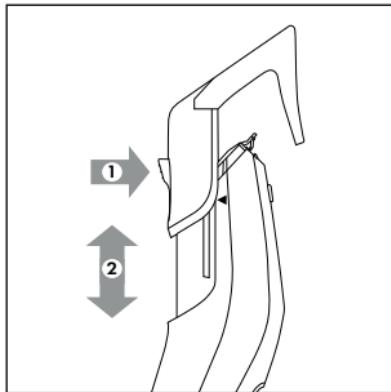
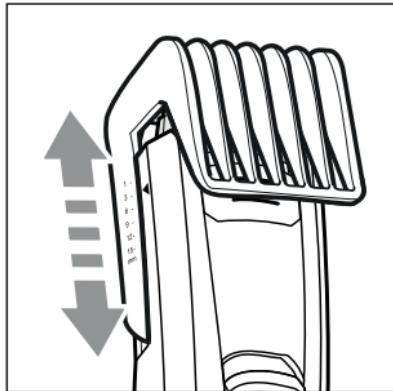

Fig. 3
Fig. 4
- ◆ Appuyez sur le bouton à l'arrière du sabot **10/11**, et faites glisser le sabot **10/11** vers le haut ou vers le bas (voir fig. 3). Vous pouvez ainsi régler la longueur de coupe souhaitée (voir également le chapitre **Coupe des cheveux**).
- 3) Réglez la longueur de coupe sur le sabot **10/11** en fonction de la longueur de cheveux souhaitée. Appuyez pour cela sur le bouton à l'arrière du sabot **10/11** et faites glisser le sabot **10/11** vers le haut ou vers le bas (voir fig. 3). Vous pouvez lire les longueurs de coupe sur le côté sur les repères du sabot **10/11** (voir fig. 4). Commencez d'abord par une longueur de coupe plus importante et réglez progressivement des longueurs de coupe moins importantes au fil de la coupe.
- La longueur de coupe peut différer du réglage du sabot **⑩/⑪** en fonction de l'angle de coupe.
- Veillez à ce que le sabot **⑩/⑪** soit bien fixé sur la tête de coupe **①** une fois réglé.
- ◆ Réglez la longueur de coupe sur le sabot **⑩/⑪** en fonction de la longueur de cheveux souhaitée. Appuyez pour cela sur le bouton à l'arrière du sabot **⑩/⑪** et faites glisser le sabot **⑩/⑪** vers le haut ou vers le bas (voir fig. 3). Vous pouvez lire les longueurs de coupe sur le côté sur les repères du sabot **⑩/⑪** (voir fig. 4). Ensuite, raccourcissez votre barbe progressivement.